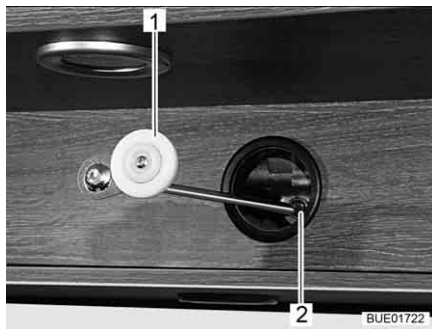

Fig. 112 Commande mécanique, entraînement
- Insérer la manivelle (Fig. 112,1) ou la clé mâle coudée pour vis à six pans creux dans la réception sur le moteur (Fig. 112,2).